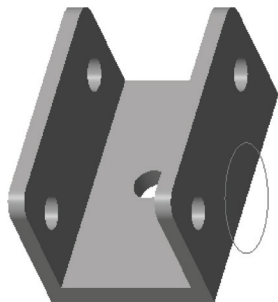

图 9-66 打开模型文件
STEP 01 单击快速访问工具栏中的“打开”按钮,打开模型文件,如图 9-66 所示。